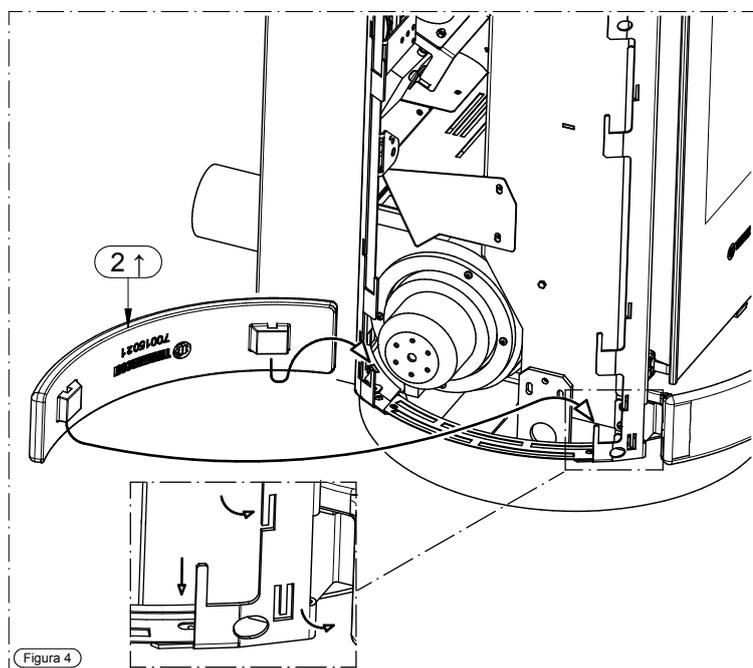

Figura 4
- Successivamente procedere al montaggio della ceramica (2↑) seguendo le indicazioni della Figura 4 ovvero deformando leggermente i fermi fino a che la ceramica risulta essere ben solidale.